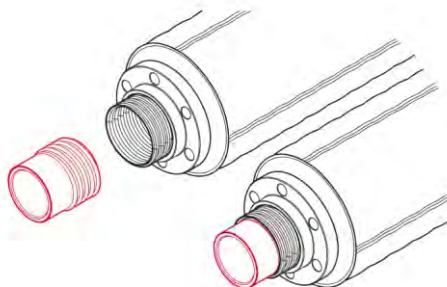

Рис. 3.7.2
2. Вкрутить втулку внутрь напорной трубы резьбой вперед (рис. 3.7.2).